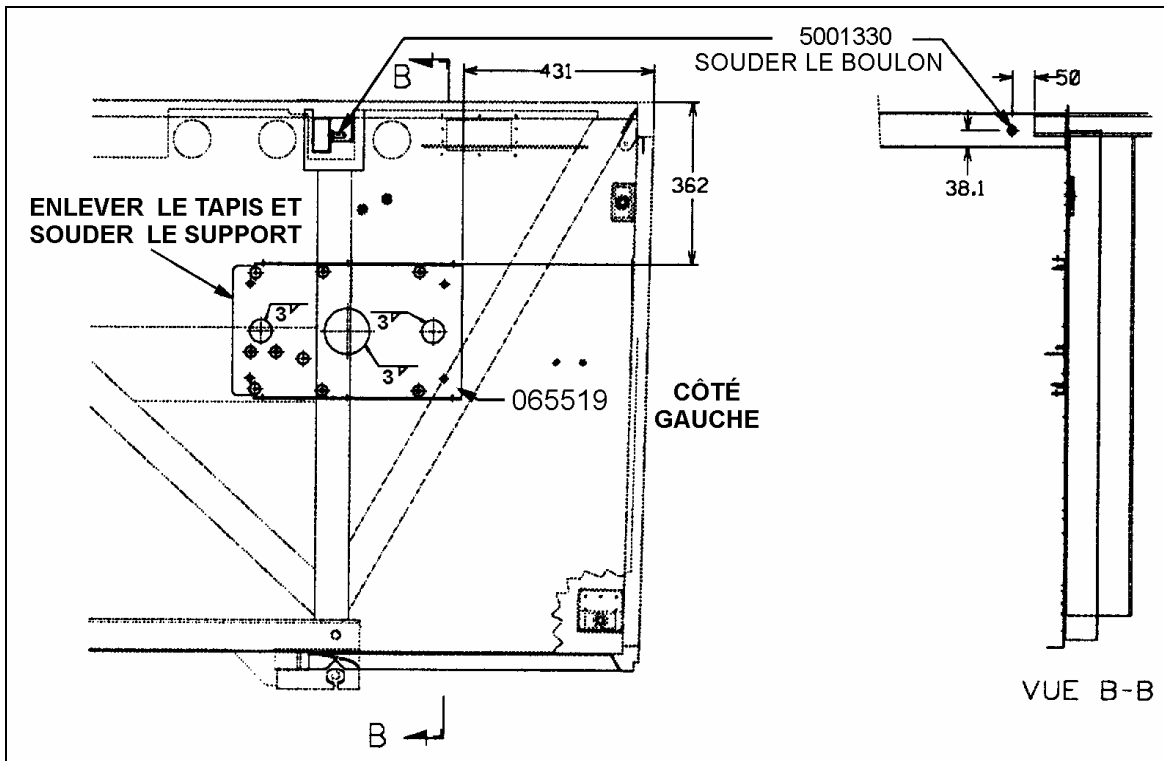

FIGURE 6
3. Découper une partie du tapis de la paroi si nécessaire et souder le support (065519) sur la paroi arrière du compartiment selon les références de la figure 6. Voir les pages 2 et 3 pour les paramètres de soudure.
4. Souder la tête de la vis de mise à la masse (5001330) sur le tube de structure selon la figure 6.